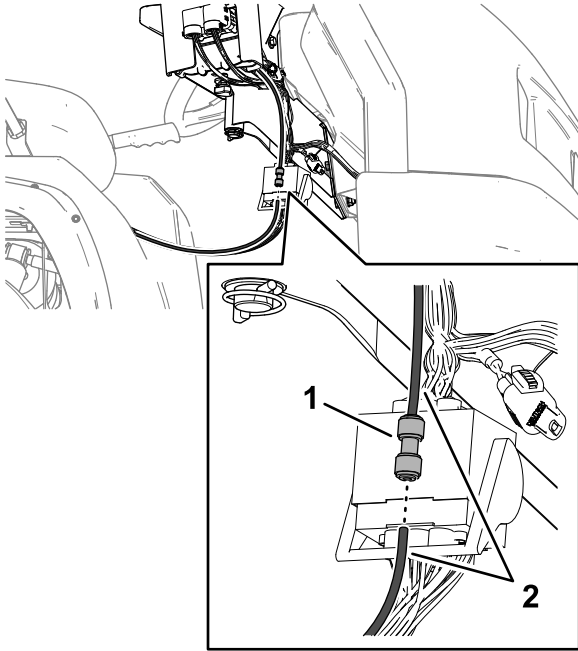

Figure 97
1. Insérez le tube de détection de pression dans le raccord à emboîtement jusqu'à ce qu'il soit complètement enclenché (Figure 97).